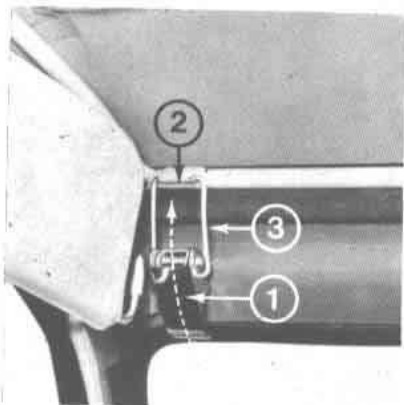

Fig. 22 - Apertura delantera de la capota
- Sujetar el cuadro metálico, girándolo hacia adelante, mediante las palancas (Fig. 22 - 1).